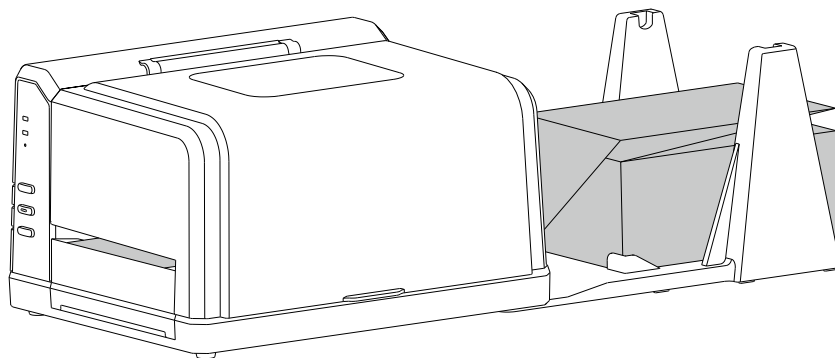

图 2-18
4. 压下打印头压臂，合上右盖，标签安装完成。如图 2-18 所示。